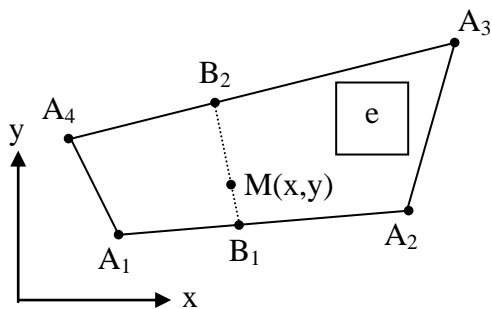
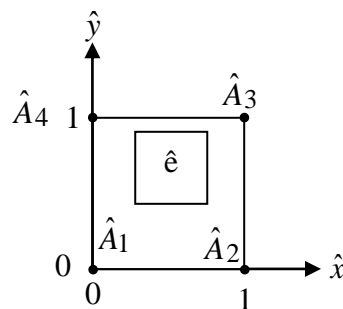

Figure 3 – quadrangle quelconque
Figure 4 – quadrangle de référence
On considère un quadrangle e de sommets A_1, A_2, A_3 et A_4 (fig. 3). On note B_1 et B_2 deux points situés respectivement sur les arêtes $[A_1, A_2]$ et $[A_4, A_3]$ de e . Ces deux points s'expriment de la manière suivante en fonction d'un paramètre réel \hat{x} compris entre 0 et 1 :
1) Exprimer un point quelconque $M(x,y)$ de e (fig. 3) en fonction de B_1 et B_2 et d'un paramètre réel \hat{y} compris entre 0 et 1. En déduire la correspondance $(x, y) = F(\hat{x}, \hat{y})$ entre e et l'élément de référence \hat{e} de la figure 4.